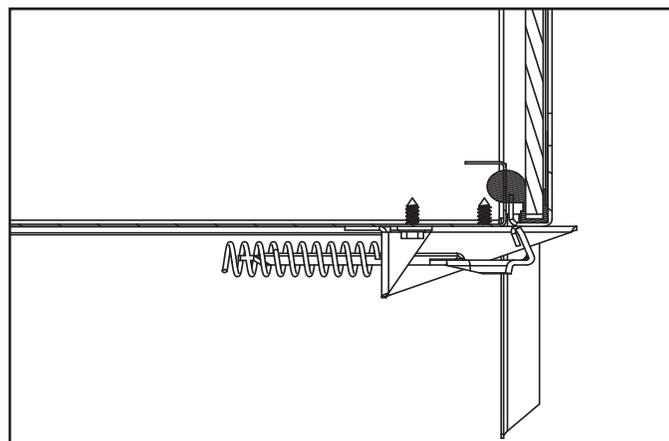

Figure 4.2 Assemblage de la vitre fixe
- L'assemblage de la vitre fixe s'attache au foyer en quatre points. Les quatre mécanismes d'attache est constitué de verrous à ressorts. Un exemple de verrou de vitre est montré à la figure 4.2.